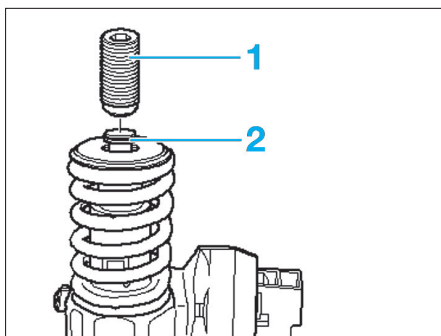

Fig. 29
Depuis que les périodes d'entretien ont été espacées, la vis de réglage (1) et le pivot sphérique (2) (Fig.29) de l'injecteur-pompe ont été modifiés. Sur les moteurs plus anciens ne bénéficiant pas de l'espacement des période d'entretien, un montage mixte est permis.